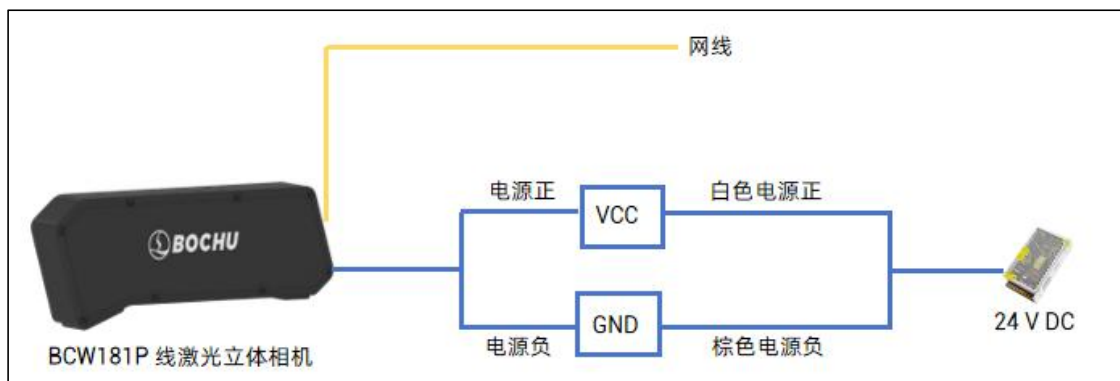

图 2-4 BCW181P 线激光立体相机电源接线示意图
- 高柔性拖链电源线：一端连接线激光立体相机，另一端需连接 24 V 电源开关盒。电源线的棕色线应连接到 24 V 电源的 V-端，白色线连接到 24 V 电源的 V+端，如图 2-4 和 2-5 所示。